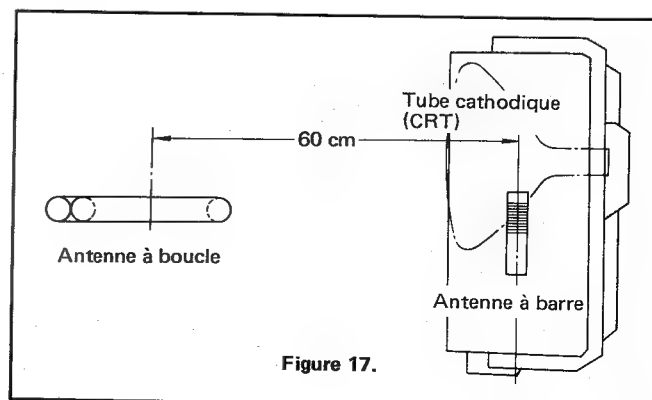

Figure 17.
1. Suivre la même procédure que pour le "Réglage IF de la modulation d'amplitude (AM) N°1".
2. Connecter une antenne à boucle standard au générateur de signaux et disposer l'antenne à boucle et le bobinage MW de l'antenne à barre, comme indiqué sur la figure 17.
2. Pour le réglage IF de la gamme LW, suivre la même procédure que pour le "Réglage IF de la modulation d'amplitude (AM)" décrit ci-dessus.
3. Connecter une antenne à boucle au générateur de signaux et régler la position de l'antenne à boucle et le bobinage LW de l'antenne à barre comme indiqué sur la figure 17.